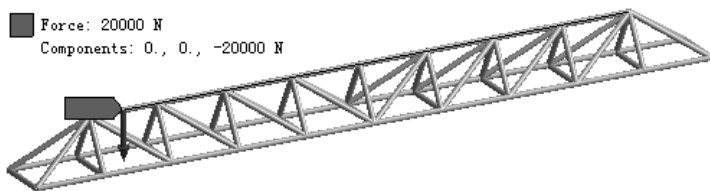

图 9.3.21 添加力载荷
(3) 在 **Define By** 下拉列表中选择 **Components** 选项，在 **Z Component** 文本框中输入数值 -20000，其他参数采用系统默认设置。完成力载荷的添加，结果如图 9.3.21 所示。